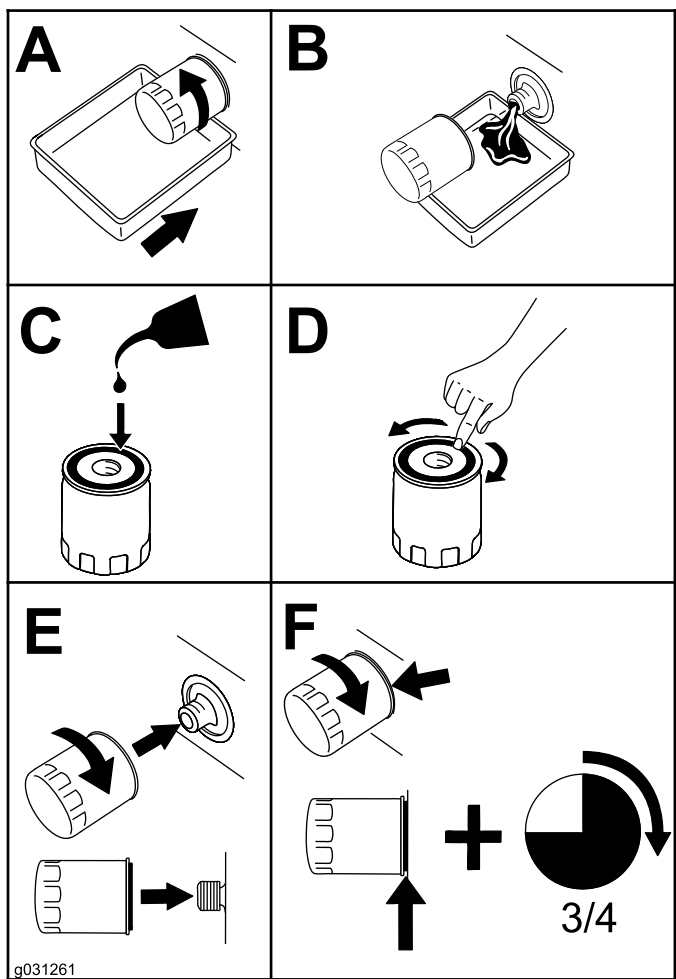

Bild 54
4. Wechseln Sie den Ölfilter wie in Bild 54 gezeigt.